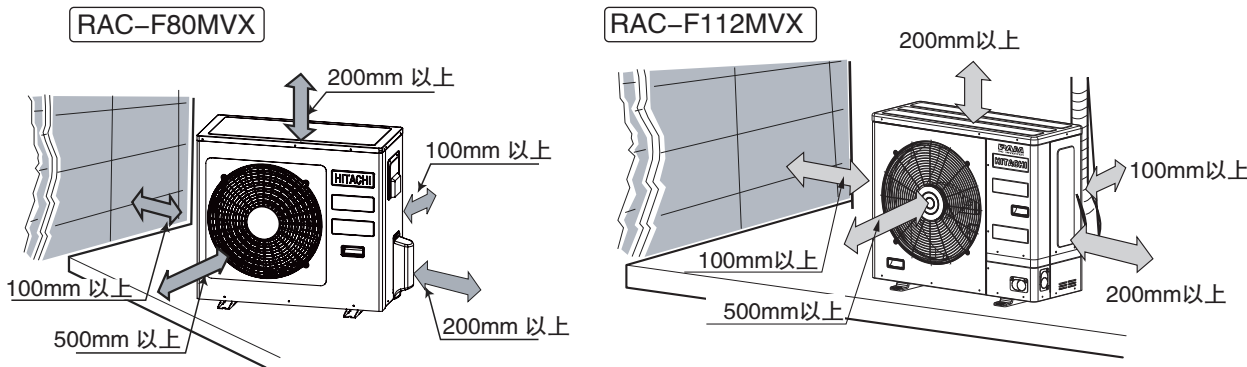

图13-2
(1) 安装场所必须满足如下要求：
- 确定机器四周留有充分空间，并尽可能地远离障碍物，以便操作和维修，见图13-2。机组安装处应有二个以上方向是敞开的。